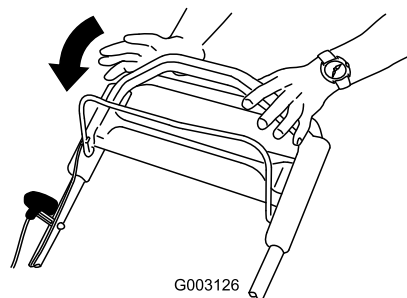

Figuur 17
3. Houd de bedieningsstang van het maimes tegen de handgreep (Figuur 17).